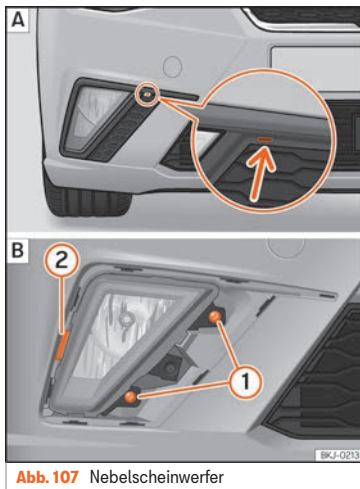

Abb. 107 Nebelscheinwerfer
1. Einen Schraubenzieher in die Kerbe einführen » Abb. 107 [A] (Pfeil). Lösen Sie die Klipps an den Rändern des Gitters mit einer kleinen Hebelbewegung heraus.
2. Entfernen Sie die beiden Schrauben (1) [B] und lösen Sie den Klipp (2) mit einer Hebelbewegung heraus, um den Nebelscheinwerfer herauszunehmen.